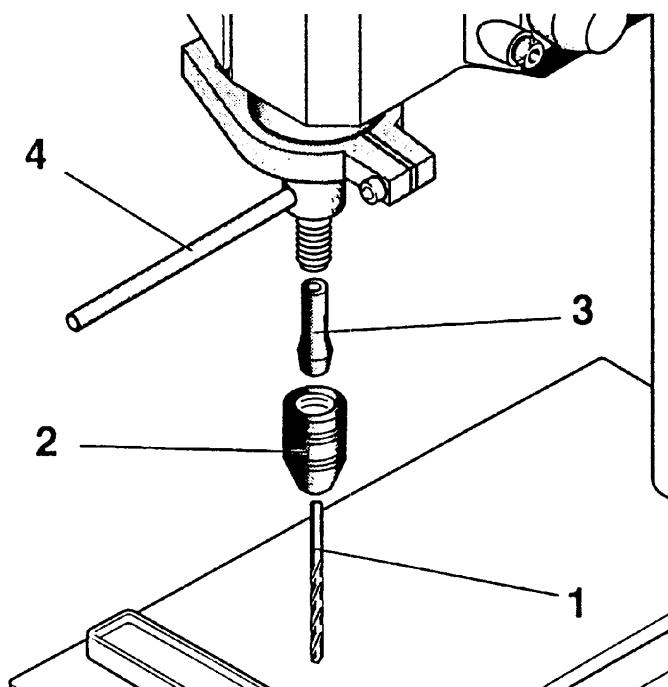

Fig. 3
1. Stift 4 (Fig.3) in die Bohrung einstecken und die Spindel blockieren.
2. Überwurfmutter (2) abschrauben.
3. Gewünschte Spannzange (3) mit passendem Einsatzwerkzeug (1) einführen und Überwurfmutter wieder festziehen.
1. Insert the pin 4 (Fig.3) into the bore and block the spindle.
2. Unscrew the spigot nut (2).
3. Insert the required clamping jaw (3) with the appropriate tool (1) and retighten the spigot nut.
1. Introduire la tige 4 (Fig. 3) dans l'orifice et bloquer la broche.
2. Dévisser l'écrou-raccord (2).
3. Introduire la pince (3) et l'outil (1) nécessités puis resserrer l'écrou-raccord.
1. Infilare la spina 4 (fig. 3) nel foro e bloccare il mandrino.
2. Svitare la ghiera (2).
3. Introdurre la pinza desiderata (3) con l'utensile inseribile adatto (1) e serrare di nuovo la ghiera.